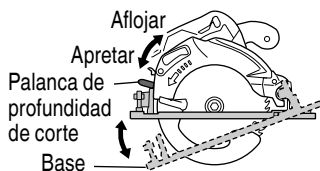

Fig. 12
1. Ajuste de la profundidad de corte (Fig. 12)
Si la palanca de ajuste de la profundidad de corte (Fig. 12) estuviese floja, podrían producirse lesiones. Cerciérese de que esté apretada con seguridad.